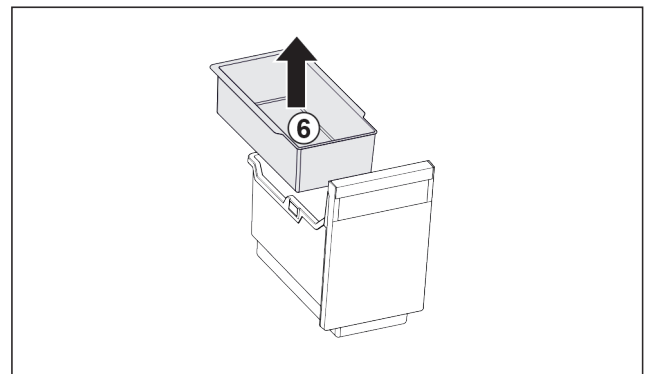

Fig. 34
- ▶ Retirer le Fig. 34 (6) balconnet pour glaçons.